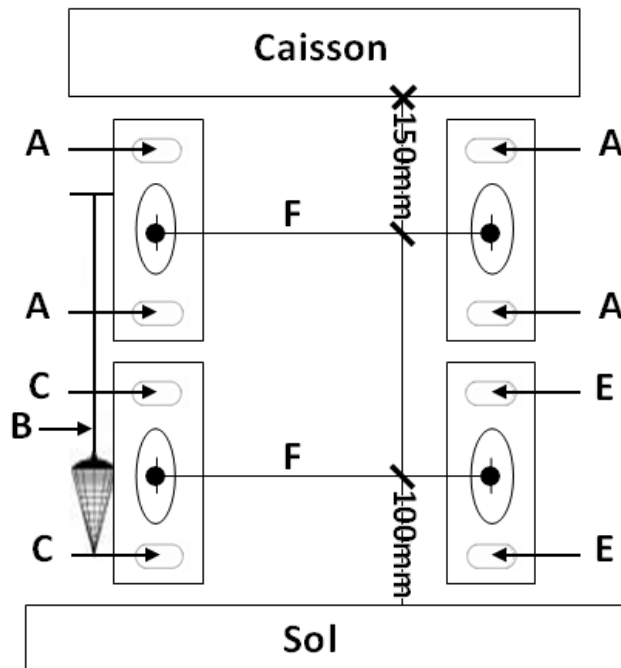

Figure 4
3. Fixer les supports au mur (voir figure 4 p.14).
La fixation des supports doit impérativement être parallèle et à l'aplomb en respectant vos cotes dos de coulisses (voir *figure 4*).
Un jeu 10mm se trouve entre deux coulisses s'il y a plusieurs BSO cote à cote pour une pose en façade (voir *figure 4*).